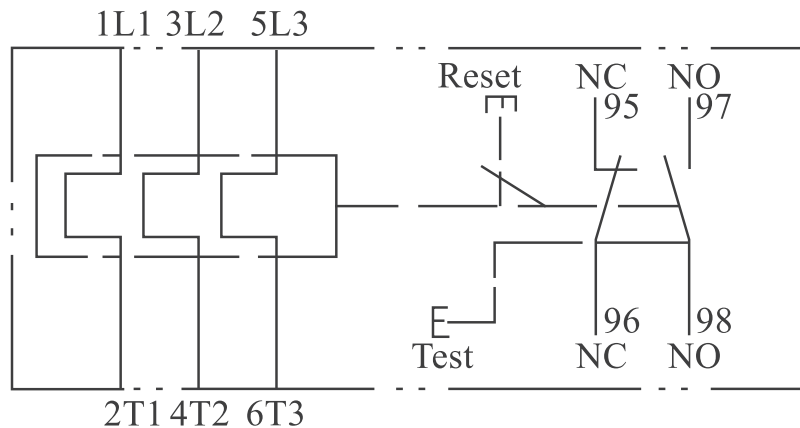

图1 内部结构电气示意图
2.1.1、热继电器的动作机构为拉簧式快动跳跃式机构，其内部结构电气示意图见图1。